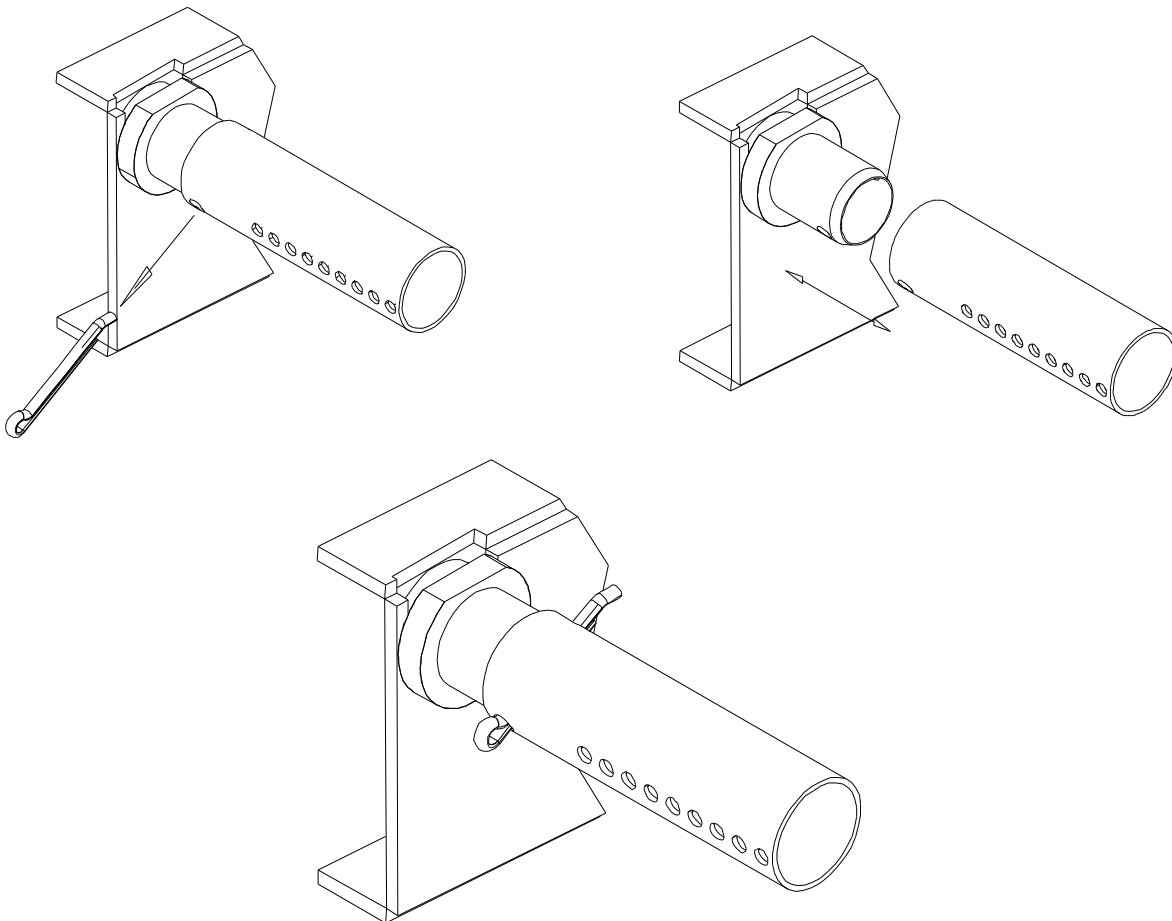

Figure 3.4 – Remplacement des tubes d'aération auxiliaires
3. Installez le support avant du déflecteur (H) en veillant à ce qu'il aille bien entre les montants avant et maintenez-le en place. Fixez le tube d'aération avant (E) tel qu'illustré à la figure 3.4c en veillant à ce que ses trous pointent vers l'avant de l'appareil. Installez les goupilles fendues tel qu'indiqué à la figure 3.4. Le fait de fixer le tube d'aération avant (E) permettra à l'ensemble du coupe-feu de tenir en place pendant l'étape suivante.
4. Fixez les tubes d'aération du milieu et de l'arrière en veillant à ce que leurs trous pointent vers l'avant de l'appareil. Installez les goupilles fendues tel qu'indiqué à la figure 3.4
(Consultez la Figure 3.4)